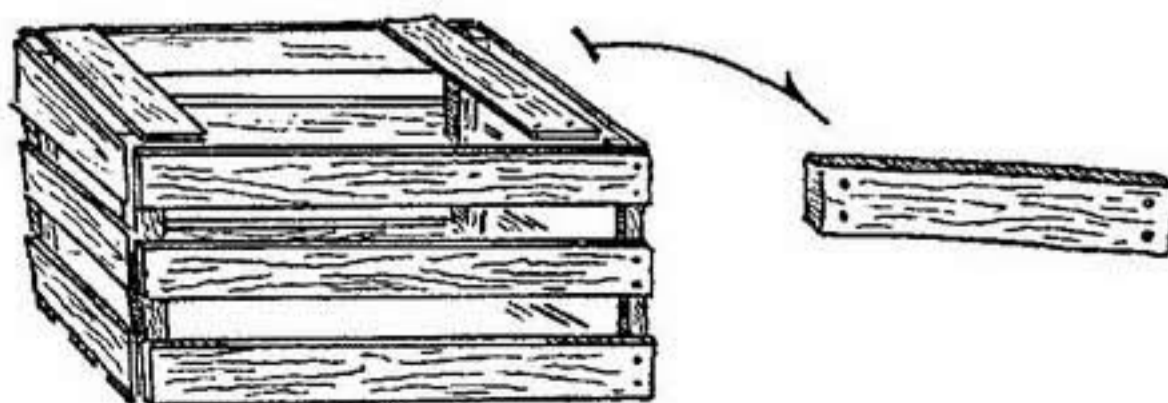

Рис. 3
1. Возьмите тарную дощечку (дощечка от ящика) толщиной 10–12 мм из любой древесины, но без сучков (рис. 3).